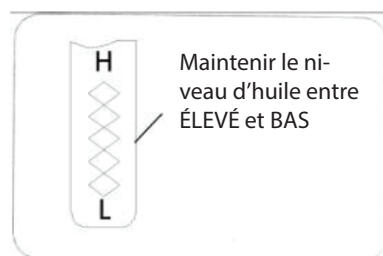

Figure 35
2. Dévissez le bouchon de remplissage d'huile du tube de remplissage d'huile et essuyez la jauge. Voir la figure 35.
1. Localisez le bouchon de vidange d'huile, voir Figure 35.